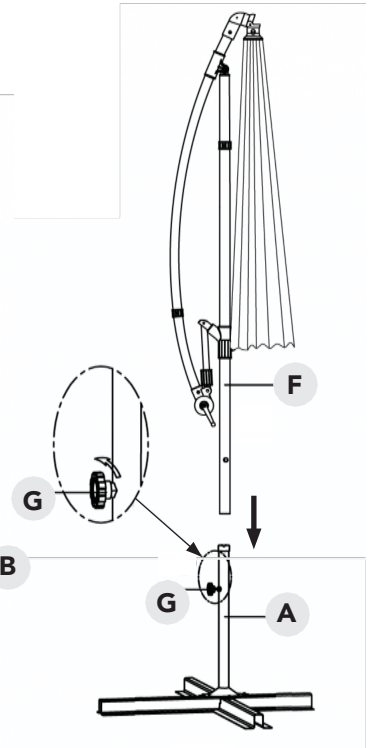

Figure 2
STEP 5: Place Main Frame with Canopy (F) into Base Pole (A), align holes in top pole and Base Pole (A), and screw in Locking Knob (G), as shown in Figure 2.
ÉTAPE 5: Placez le cadre principal avec la toile (F) dans le mât de base (A), alignez les trous du mât supérieur et du mât de base (A), et vissez le bouton de verrouillage (G), comme indiqué sur la figure 2.